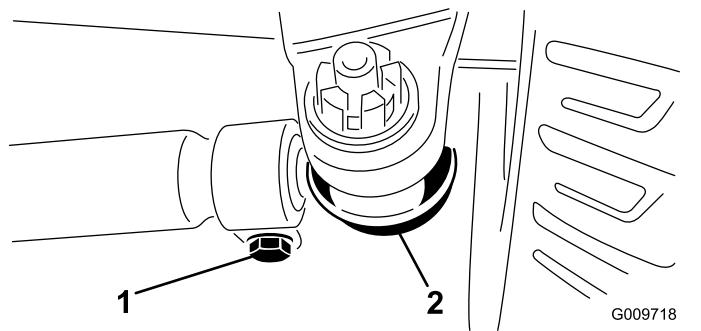

Bild 71
2. Entfernen Sie zum Einstellen den Splint und die Mutter von einem der Spurstangen-Kugelgelenke (Bild 71) und nehmen Sie das Spurstangen-Kugelgelenk von der Achsengehäusestütze ab.
3. Lockern Sie die Klemmen an beiden Enden der Spurstangen (Bild 71).